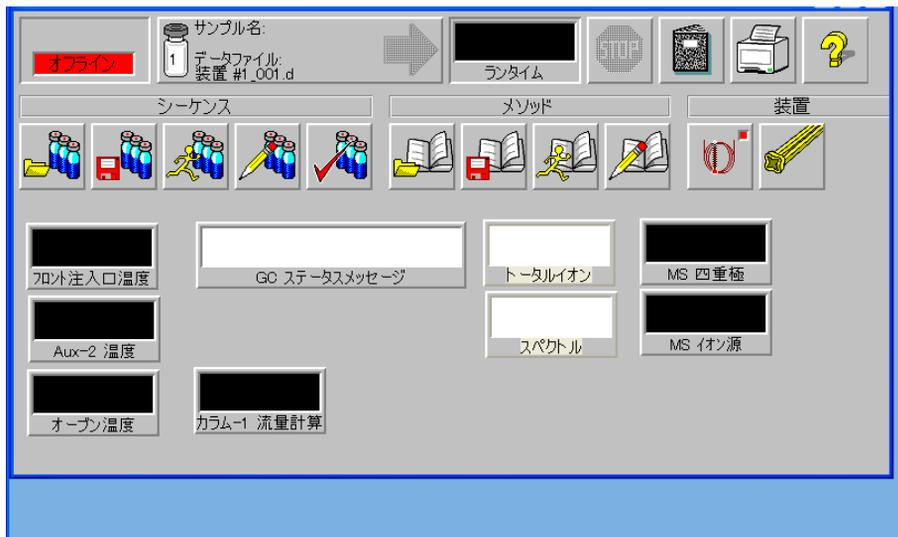

図 7 モニタの配置
- 7 各モニタをクリックアンドドラッグして希望する位置に移動します。図 7 は、モニタ配置の一例です。